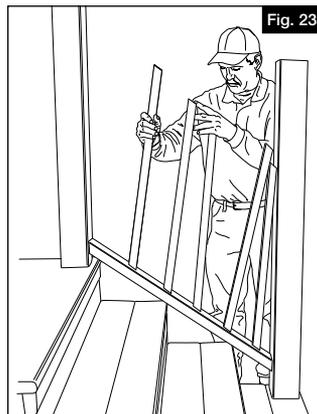

Fig. 23
- b. Une fois en place, insérez les balustres restants dans les trous de longeron inférieur pré perforé (B) (Figure 23). Collez les trois balustres au milieu de la section aux adaptateurs de balustres à l'aide de la colle à PVC fournie. Placez la colle à l'intérieur du balustre, puis placez le balustre sur l'adaptateur pour le coller.